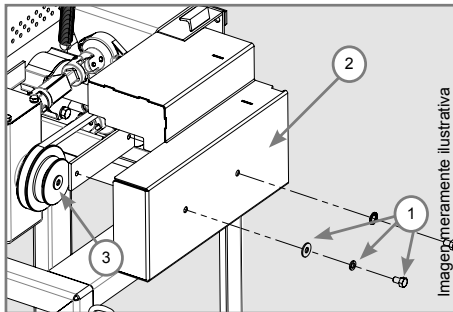

Figura 5
1. Retire los tornillos y arandelas (1) y la protección de la correa (2), según la Figura 5.
7. Recoloque la protección de la correa, los tornillos y las arandelas, según la Figura 5.